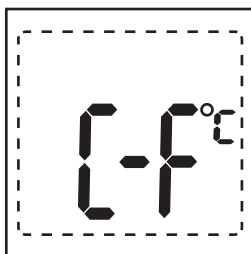

Fig. 3
1. Mantenga presionado el botón encendido/apagado. La pantalla inicialmente mostrará la opción para seleccionar la unidad de medición. Manteniendo presionado a continuación mostrará tres líneas y el modo de medición actual (Fig. 3). Mientras se muestra esta imagen soltar el botón de encendido/apagado para cambiar de un modo a otro.